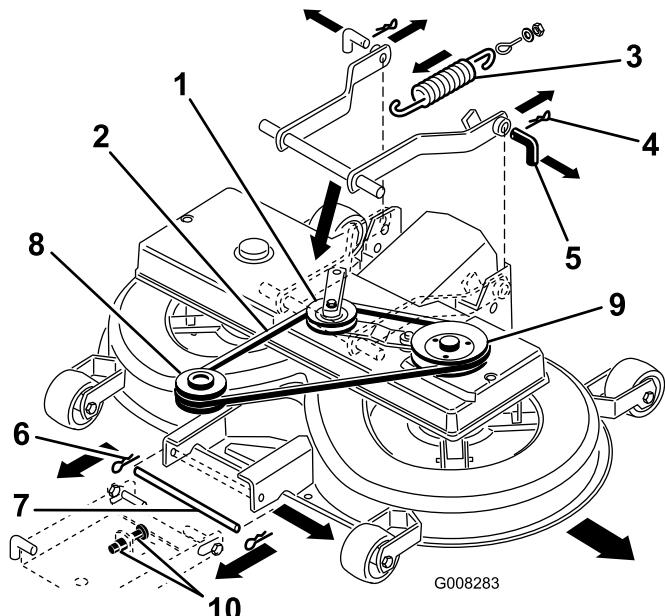

Bild 39
2. Entfernen Sie den Keilriemen und den Antriebsarm (Bild 39).
8. Ziehen Sie den Spannarm nach innen. Nehmen Sie den Keilriemen von der Scheibe ab (Bild 39).
9. Nehmen Sie die Feder vom Schalthebel ab (Bild 39).
11. Entfernen Sie die zwei Splintclips von den zwei hinteren Stiften und nehmen Sie die Stifte ab (Bild 39).
12. Entfernen Sie den Splintclip vom vorderen Stift und nehmen Sie den Stift ab (Bild 39).
13. Entfernen Sie den Keilriemen von der Motorscheibe (Bild 39).
7. Drehen Sie den unteren Stift der Einstellung für die vordere Aufhängung in die untere Stellung der geschlitzten Löcher. Stellen Sie hierfür die 2 Muttern (M12) an der vorderen Aufhängung ein (Bild 39).